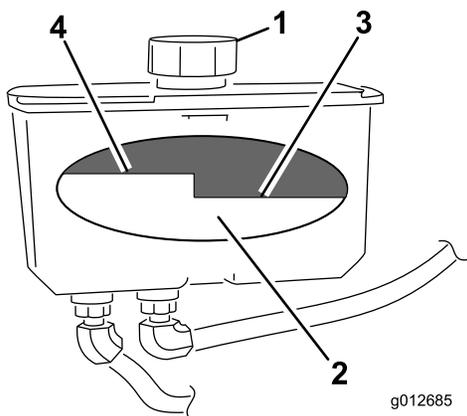

Figure 73
4. Nettoyez la surface autour du bouchon et du goulot de remplissage du réservoir hydraulique (Figure 73).
5. Retirez le bouchon du goulot de remplissage. Vérifiez le niveau d'huile à l'intérieur du réservoir (Figure 73).
**Remarque:** Lorsque l'huile est chaude, elle doit atteindre le haut du repère “à chaud” sur le déflecteur (Figure 73).